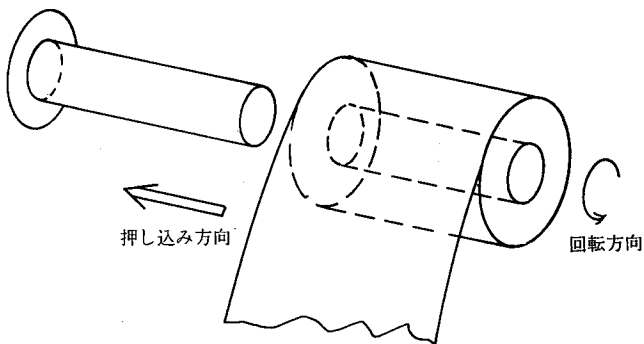

図5-2
- (1) 記録紙を図5-2の様にストックローラ④のツバに当るまで押し込みます。
- (2) 残量プレート②を使用する記録紙幅の表示位置までスライドさせてセットします。
- (3) ストックローラ(記録紙)④のツバが左側になるようにストックローラ構③にあわせ、完全に止まるまで押し込みます。
- (4) この後は、記録器本体のペーパーガイドボス、プレッシャーローラ、テンションプレートを各々使用する記録紙幅の表示位置までスライドさせてセットします。
- (5) 記録紙を引き出し送りローラにのせ記録紙収納蓋を完全にロックするまで確実に閉じて下さい。